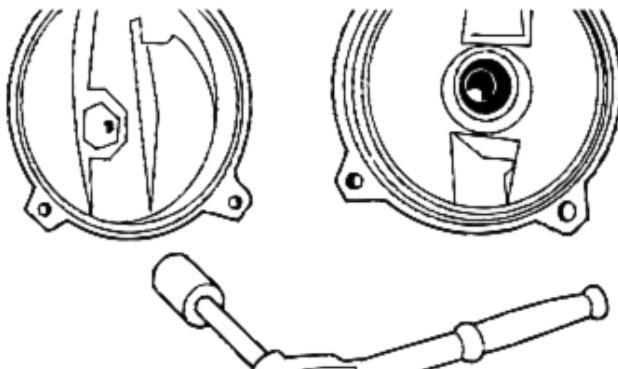

Figure 14 : Retirer la buse
8. La buse des modèles de 1/2 HP peut être retirée de la carcasse de la pompe à l'aide d'une clé à douille standard de 11/4 po munie d'une extension (figure 14). Sur les modèles de 3/4 et de 1 HP, le tube de venturi et la buse peuvent être retirés de la même manière en utilisant une douille de 27/32 po pour le venturi et une douille de 9/16 po avec une extension pour la buse.